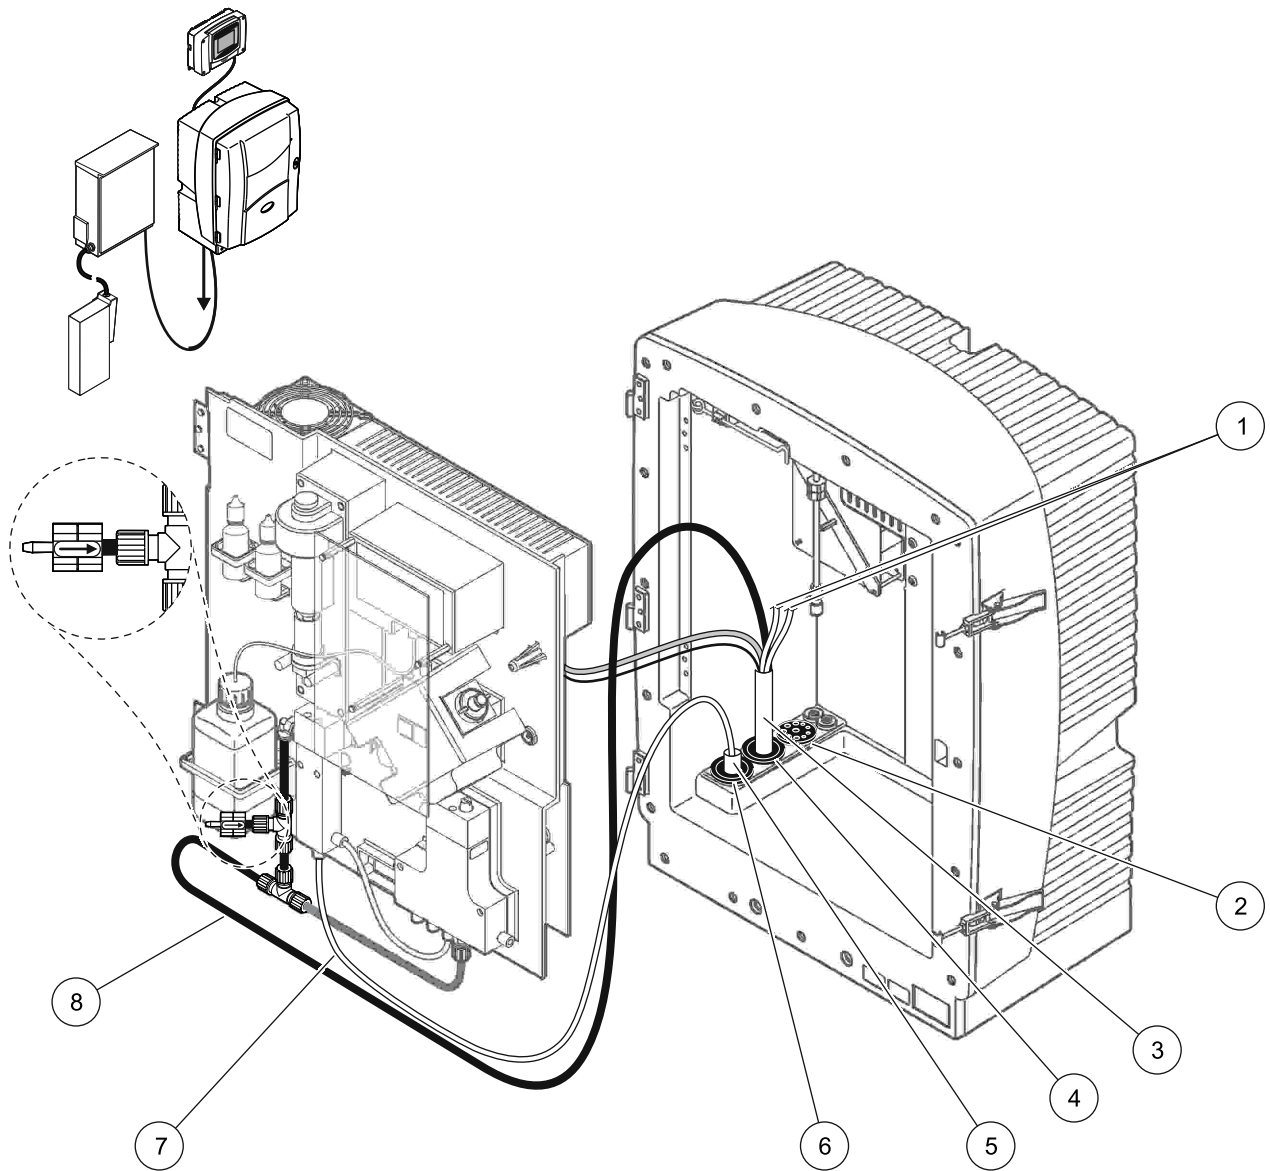

Figure 31 Configuration d'option 3
Voir Figure 31 et les instructions ci-dessous pour l'option 3:
2. Faites passer le tuyau chauffé du FILTRAX par l'ouverture de l'analyseur (Figure 31, élément 5). Utilisez le bouchon d'obturation No. 1 pour fixer le tout.